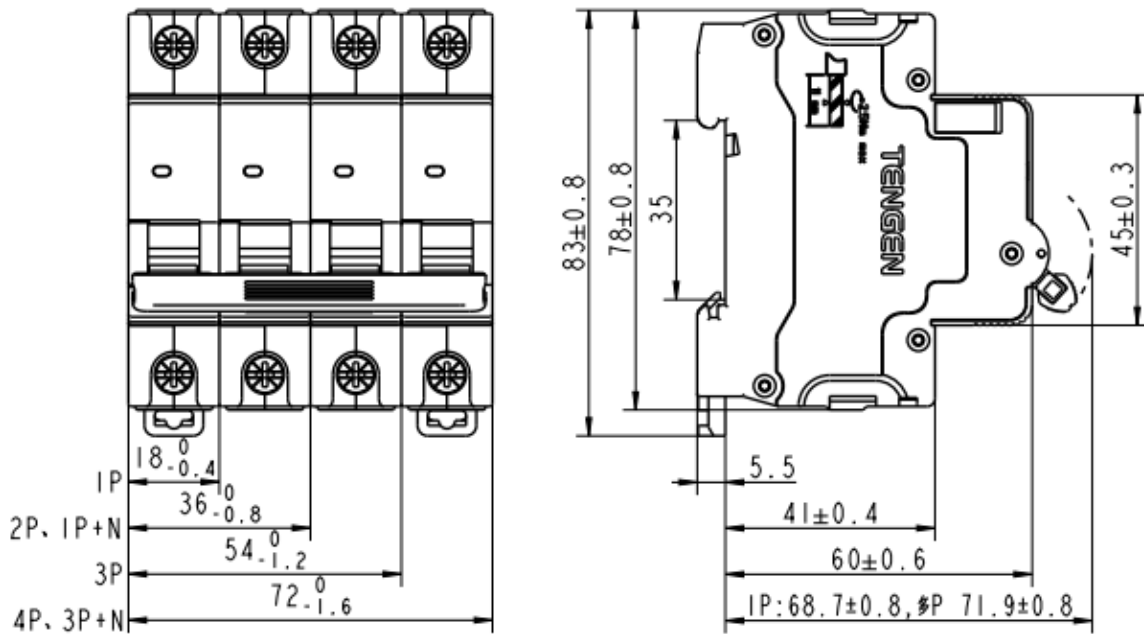

图2 外形及安装尺寸图
(1) 正常的工作条件
(2) 正常的安装条件（外形及安装尺寸见附图 2）